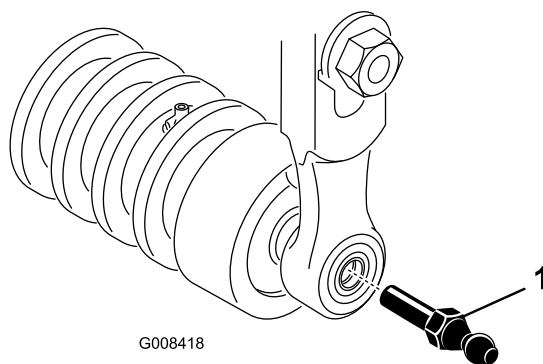

図 16
5. カッティングユニットの前ローラの左右両端にボールスタッドを取り付ける（図 16）。